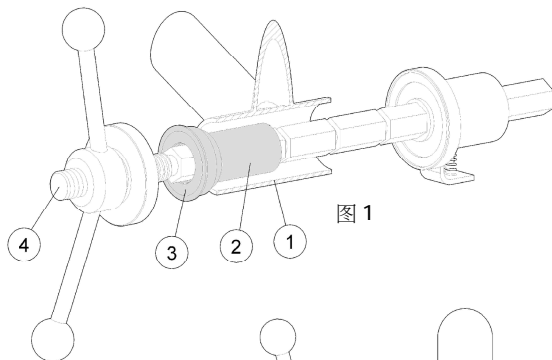
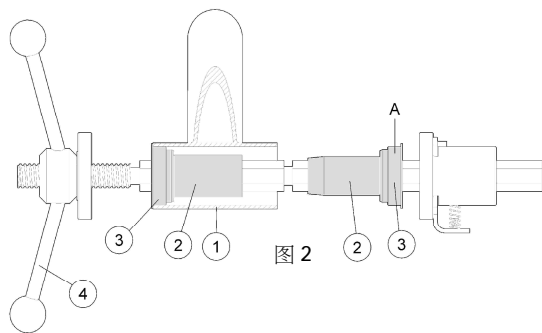

图 1
图 2
1. 确实检查并清洁车架五通 ①。确认无铁屑、毛边与残留漆渍，并准备相关的组装工具。
2. 一次安装一个轴承碗组，以免损坏塑料套筒 ②。
3. 将轴承碗组 ③ 与塑料套筒 ② 套入车头碗工具 ④ (图 1)。
4. 将车头碗工具 ④ 穿过五通 ①。
5. 使用车头碗工具 ④ 将轴承碗组 ③ 与塑料套筒 ② 压入五通内。锁紧车头碗工具 ④ 直到逼迫轴承碗组 ③ 凸缘面与五通面 ① 接触。
6. 重复步骤 4 到 6 安装另一个轴承碗组，确认塑料套筒对齐且是水平的，可避免损坏塑料套筒。一侧的塑料套筒应容易对应装入另一个塑料套筒 (图 2)。
7. 轴承碗组安装完成后，松开车头碗工具 ④ 并小心自五通移出。